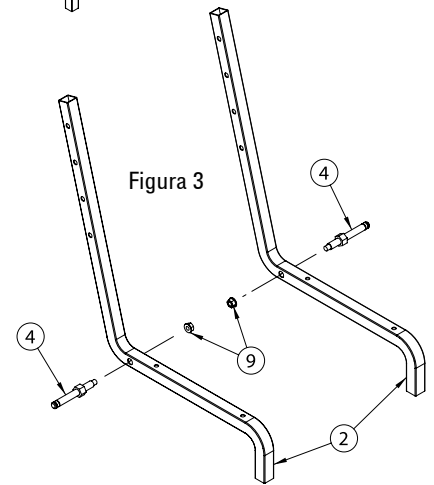

Figura 3
2. Del modo mostrado en la figura 3, conecte un eje universal (1) a cada pata (2) y asegure usando una tuerca de cerradura (3).